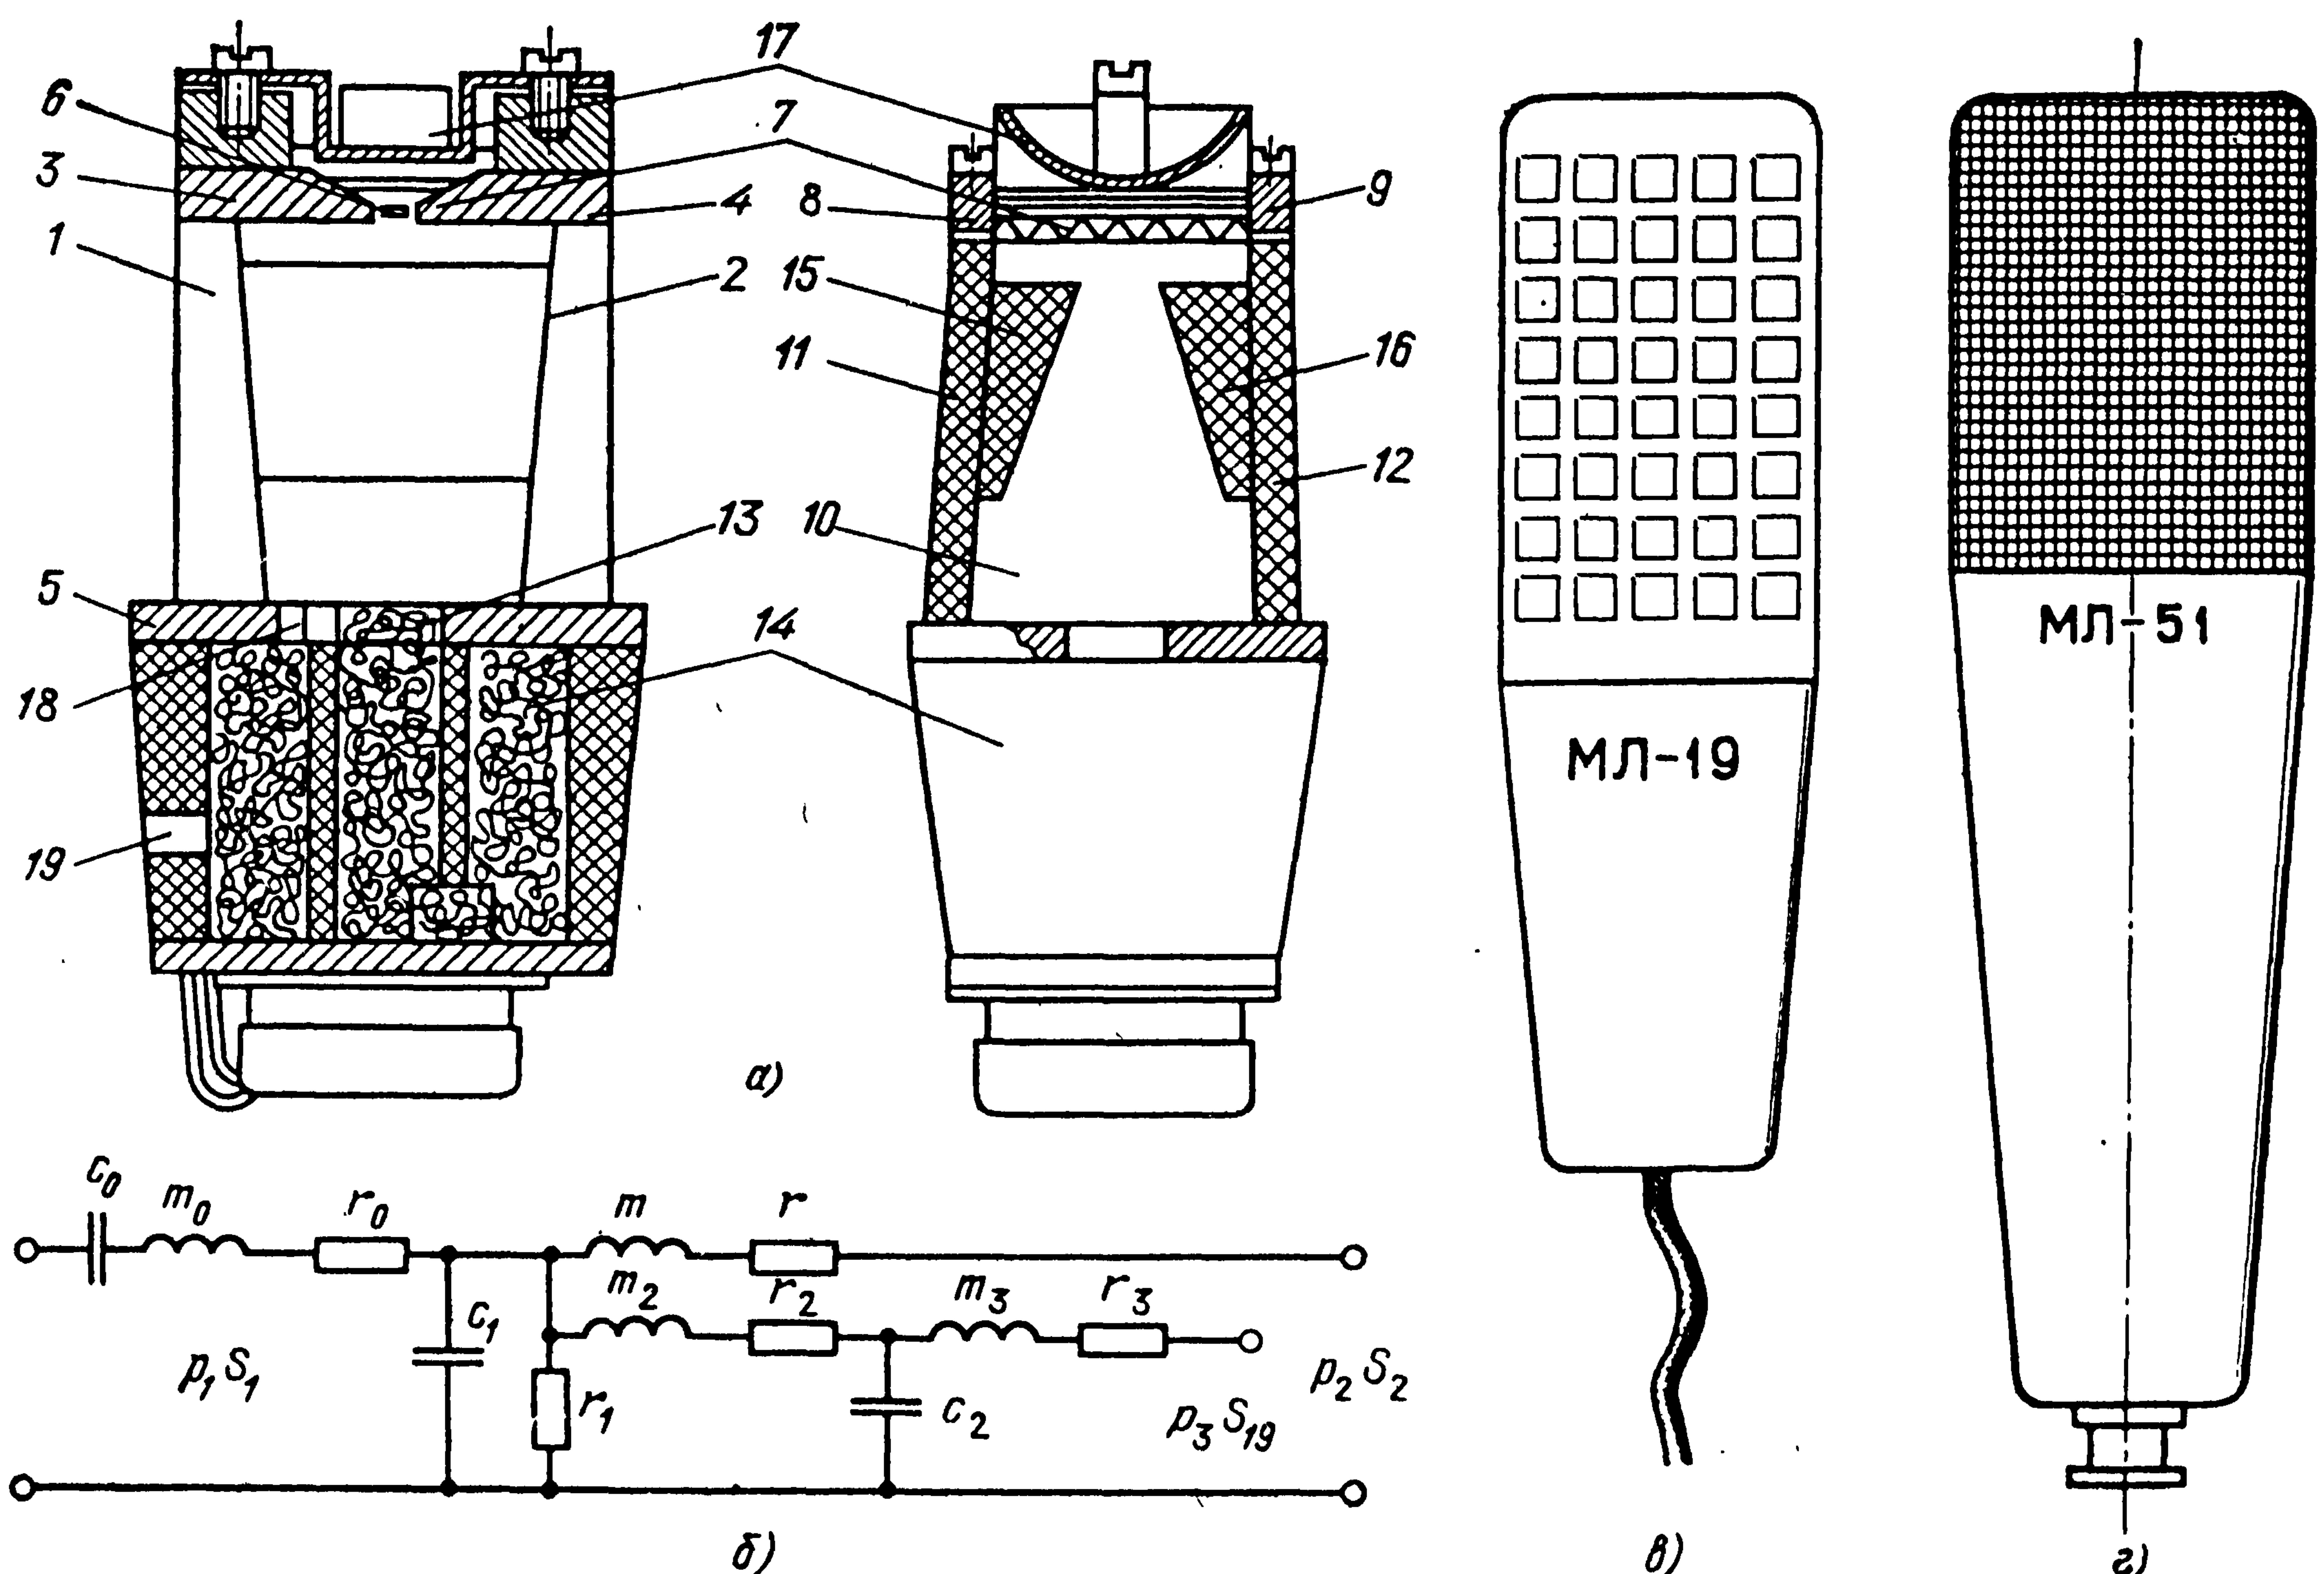

Рис. 5.28. Микрофоны МЛ-19 и МЛ-51
**Микрофоны МЛ-19 и МЛ-51.** Эти микрофоны отечественного производства являются ленточными. Устройство односторонненаправленного ленточного микрофона МЛ-19 показано на рис. 5.28, а, где 1, 2 — постоянные магниты; 3, 4 — полюсные наконечники; 5 — фланец; 6 — гофрированная алюминиевая ленточка длиной 25 мм и толщиной 2 мкм; 7 — экран; 8, 9 — контакты ленточки; 10 — объем воздуха между магнитами; 11, 12 —
пластины из звукопроницаемого материала (пенопласта), образующие второй вход площадью  $S_2$  для звукового давления; 13 — отверстие во фланце 5; 14 — лабиринт, заполненный звукоглощающим материалом; 15, 16 — накладки; 17 — скоба, корректирующая частотную характеристику; 18 — отверстие во фланце, соединяющее объем 10 с 19 — отверстиями в корпусе площадью  $S_{19}$  через объем между ними. На рис. 5.28, б приведена аналоговая электрическая схема;  $c_0$ ,  $m_0$  и  $r_0$  — гибкость, масса и активное сопротивление ленточки;  $m$ ,  $r$  — масса и активное сопротивление второго входа;  $c_1$ ,  $r_1$  — гибкость и активное сопротивление воздуха в лабиринте;  $m_2$ ,  $r_2$  — масса и активное сопротивление отверстия 18,  $c_2$  — гибкость воздуха в отсеке лабиринта;  $m_3$ ,  $r_3$  — масса и активное сопротивление отверстия 19.
Внешний вид микрофона МЛ-19 приведен на рис. 5.28, в. Номинальный диапазон этого